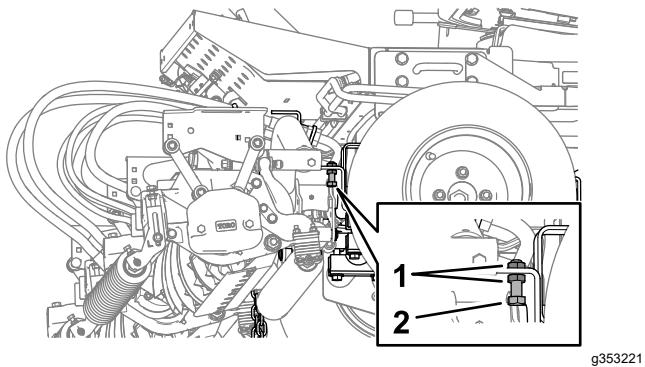

Bild 26
1. Lösen Sie auf jeder Seite der Maschine die Kontermuttern und entfernen Sie die Anschlagschrauben des Hubarms (Bild 26).